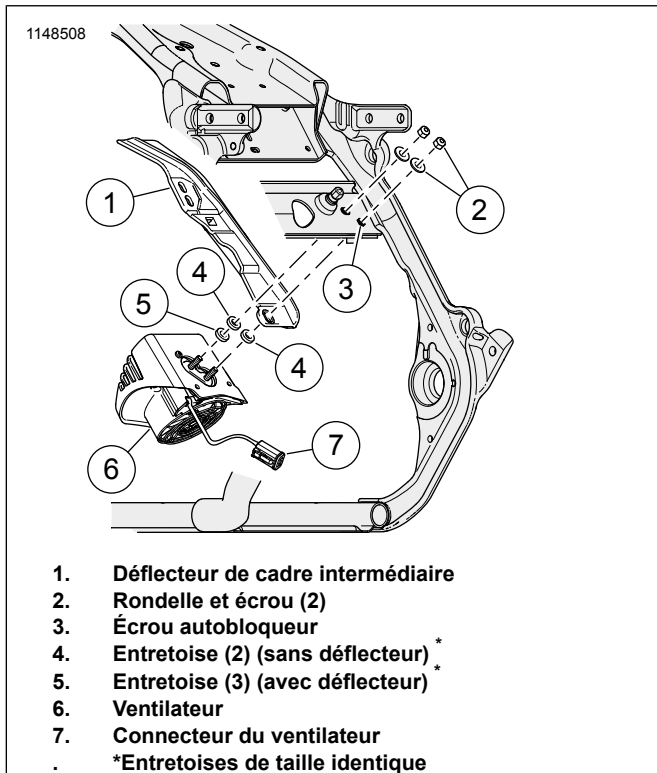

Figure 1. Assemblez le ventilateur sur le cadre
4. Consultez Figure 1 . Enlevez le déflecteur de cadre intermédiaire (1) du côté droit, si équipé. Consultez le manuel d'entretien.
- a. Enlevez l'écrou autobloqueur (3) du cadre.
1. Consultez Figure 1 . Installez deux entretoises (4, 5) sur le goujon interne du ventilateur (6).
2. Installez une entretoise (4) sur le goujon externe du ventilateur (6).
3. Positionnez le bas du déflecteur de cadre intermédiaire sur le goujon externe du ventilateur (6).
5. Depuis l'intérieur de la zone du plateau de la batterie, installez les rondelles et les écrous (2). Serrer.
1. Consultez Figure 1 . Installez une entretoise (4) sur chaque goujon du ventilateur (6).
3. Depuis l'intérieur de la zone du plateau de la batterie, installez les rondelles et les écrous (2). Serrer.